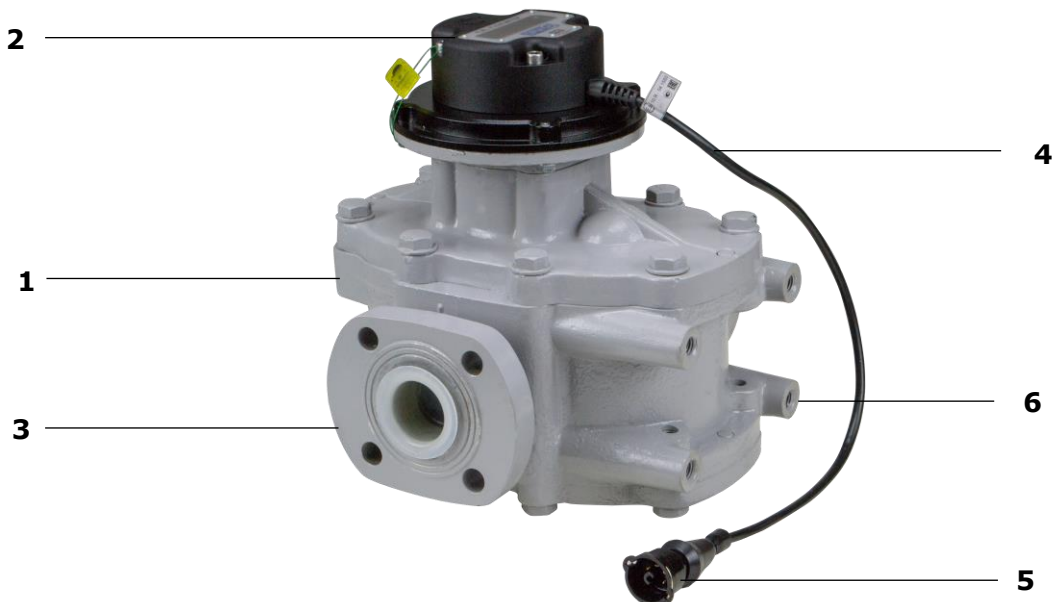

Рисунок 9 — Устройство DFM Industrial
DFM Industrial состоит* из измерительной камеры с овальными шестернями (1), измерительной «головы» (2) с дисплеем и находящимися внутри электронным блоком и батареей автономного питания, двух присоединительных элементов к магистрали (3) (фланцев либо штуцеров с накидной гайкой), интерфейсного кабеля (4) с разъемом подключения (5) и четырех монтажных отверстий (6) (см. рисунок 9).